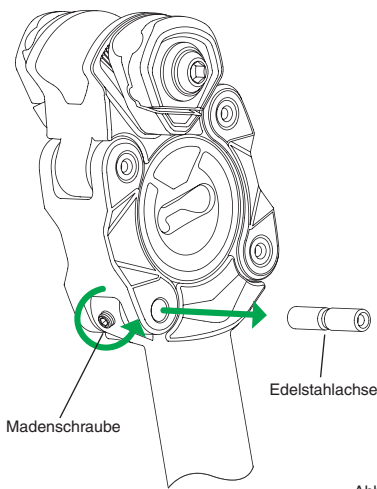

Abb. 10.1.1
1. Öffnen Sie die M5-Madenschraube (Abb. 10.1.1) am unteren Gelenklager im hinteren Bereich der EP.2 Elastomer Sattelstütze mit einem 2,5mm Innensechskantschlüssel. Drehen Sie die Schraube gegen den Uhrzeigersinn, bis sie ca.1mm herausragt. Drücken Sie anschließend mit einem geeigneten Werkzeug die Edelstahlachse komplett aus dem Lager heraus.